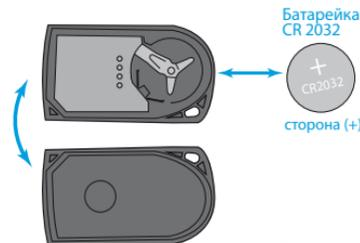

рис.2
- извлеките элемент питания и, соблюдая полярность, установите новый (рис. 2);